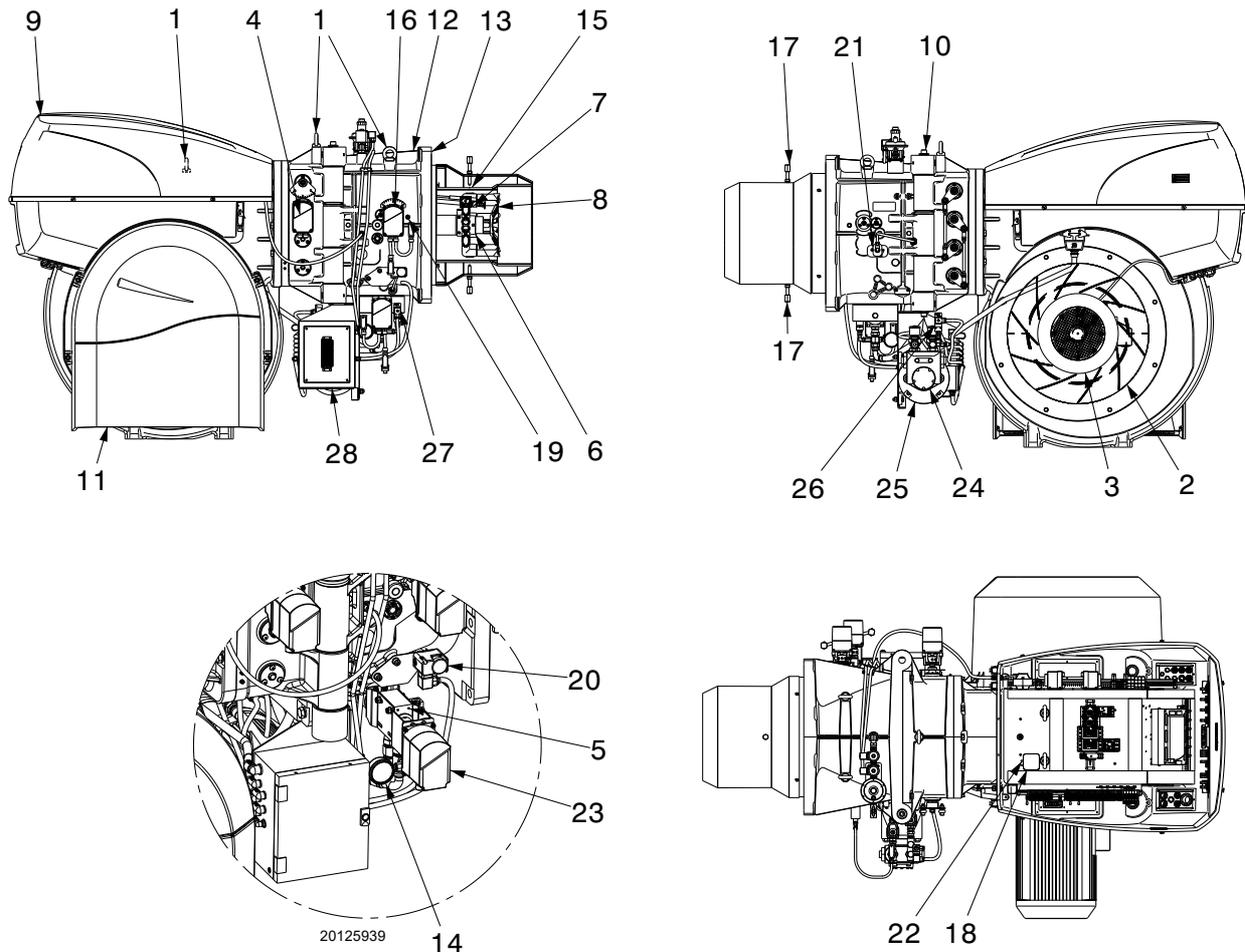

Abb. 4
- (1) Referenzbedingungen: Raumtemperatur 20 °C - Gastemperatur 15 °C - Barometrischer Druck 1013 mbar - Höhe 0 m ü.d.M.
(2) Druck an der Entnahmestelle 19)(Abb. 4) bei Druck Null in Brennkammer und bei Höchstleistung des Brenners.
(3) Schalldruck gemessen im Verbrennungslabor des Herstellers bei laufendem Brenner am Prüfkessel, bei Höchstleistung. Die Schalleistung wird mit der von der Norm EN 15036 vorgesehenen "Free Field" Methode mit der Messgenauigkeit "Accuracy: Category 3" gemessen, wie von der Norm EN ISO 3746 vorgeschrieben.
(4) Die Brenner werden werkseitig für den FS1-Betrieb eingestellt (1 Stopp alle 24 Stunden), können aber auch auf FS2 Betrieb umgeschaltet werden (Dauerbetrieb - 1 Stopp alle 72 Stunden), dazu müssen die Parameter des AZL-Displays verändert werden.